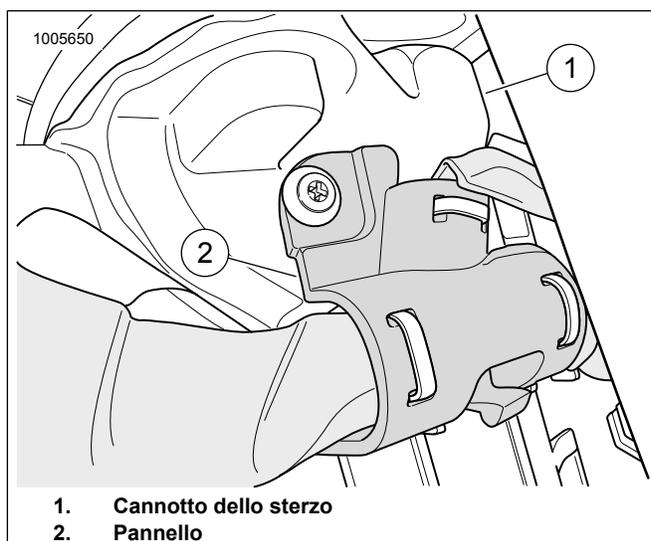

Figura 10. Cannotto dello sterzo
9. Vedere la figura 10. Disporre l'estremità del cablaggio da 48 in fino al cannotto dello sterzo (1). Usare il pannello (2) per fissare il cablaggio.